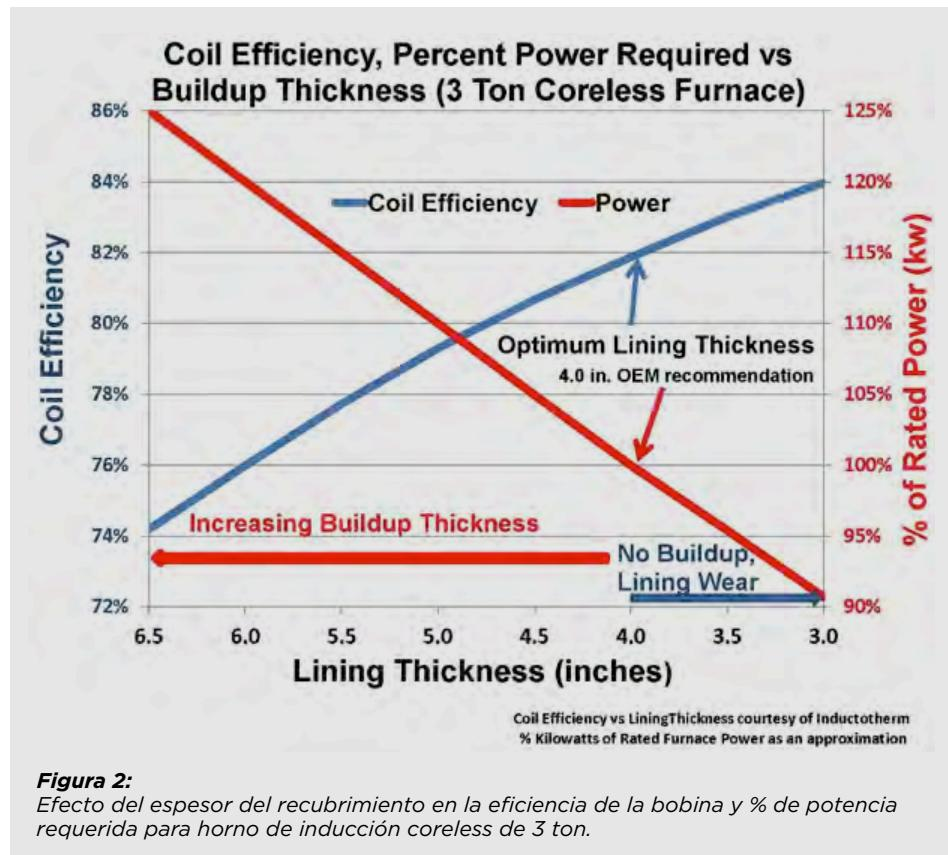

Figura 2:
La disminución del espesor de pared refractaria en un horno coreless mejora la eficiencia de su bobina y aumenta la potencia efectiva. Los estudios han mostrado una reducción sustancial del consumo energético al bajar el espesor del recubrimiento refractario. (2) Con un mayor tiempo de operación del horno y desgaste progresivo del refractario, el consumo energético bajó un 9% tres semanas después de que se instalara un nuevo recubrimiento en un horno de inducción coreless de 3 toneladas. Y viceversa, la acumulación de escoria insoluble en la pared del refractario tendrá el efecto exactamente opuesto. Las adherencias no sólo aumentan el espesor efectivo de pared, sino que la eficiencia de la bobina disminuirá como se muestra en Figura 2. (3) Cuando el espesor efectivo de refractario aumenta debido a las adherencias de escoria, la eficiencia de la bobina disminuye y la cantidad de energía eléctrica requerida para la fusión aumenta (mostrado como % aproximado de potencia nominal). La eficiencia de la bobina en el punto de espesor óptimo de recubrimiento es 82% y el porcentaje de potencia nominal en kW es 100%. A medida que el espesor de adherencias se acerca a 2,5 pulgadas, se estima que se necesitará un 25% de kW adicional para fundir.